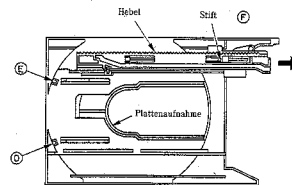

Abb. 4
(3) Austausch des Plattenhalters (Abb. 4)
Nach dem Ausbau der Plattenlade, entfernen Sie die Stifte (E) und (F) von der Plattenaufnahme (Abb. 4). Danach nehmen Sie den Plattenhalter hoch und heraus.
(4) Austausch der Zahnstangen (Abb. 4)
Bringen Sie die Zahnstangen in die Lage, wie in Abb. 4 gezeigt. Heben Sie die Schienenhalter (E) mit einem flachen Schraubenzieher etwa 1 mm ab und entfernen Sie den Träger in Pfeilrichtung.